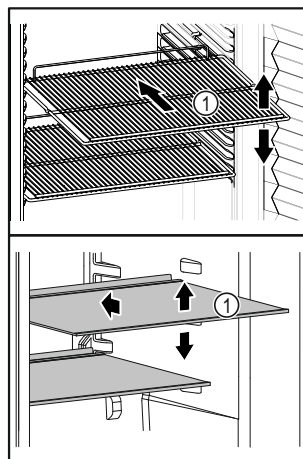

Fig. 5 Immagine a titolo di esempio
- Se i ripiani Fig. 5 (1) sono spostati, adattare i ripiani in base all'altezza.